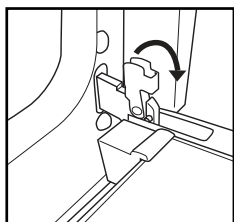

Fig. 1
2. Ridicați dispozitivele de oprire și împingeți-le în față până se opresc (Fig. 1).